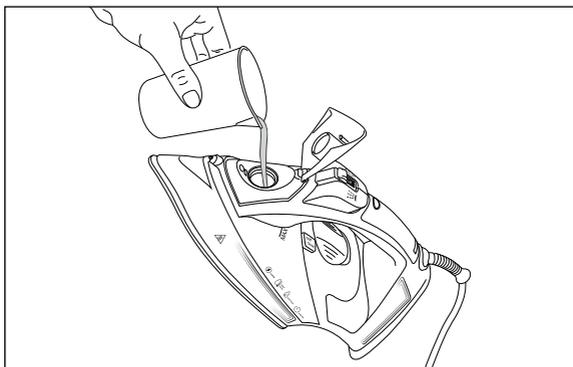

Fig. 4
- 3) Remplissez le gobelet mesureur **15** exclusivement avec de l'eau du robinet ou distillée. Servez-vous du gobelet mesureur **15** pour verser de l'eau dans le réservoir à eau **13** (voir fig. 4).